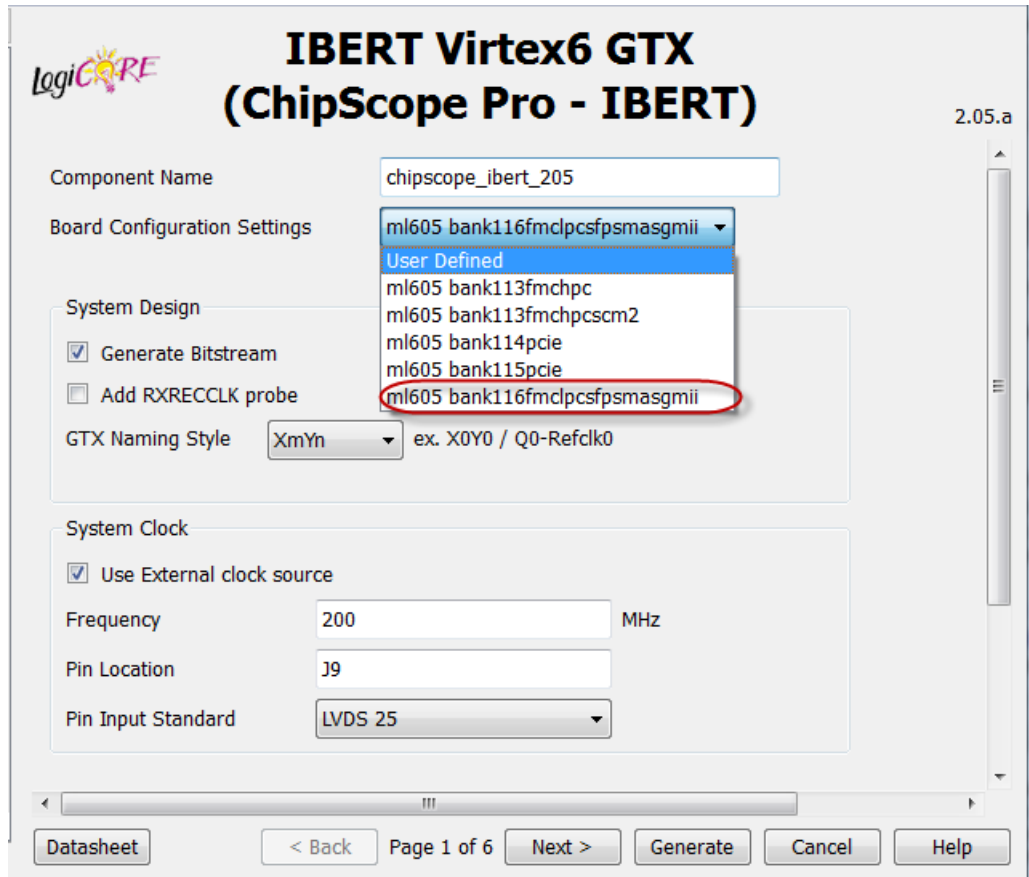

図 4 : [Board Configuration Settings] ダイアログ ボックス
5. コアのボード コンフィギュレーションを設定するダイアログ ボックス (図 4) の [Board Configuration Settings] ドロップダウン メニューから [ml605 bank116fmc1pcsfpsmasgmii] を選択します。
注記： 図 4 に示すようなドロップダウン リストが表示されない場合は、前述の 2 番で別のデバイスを選択してしまっている可能性があります。